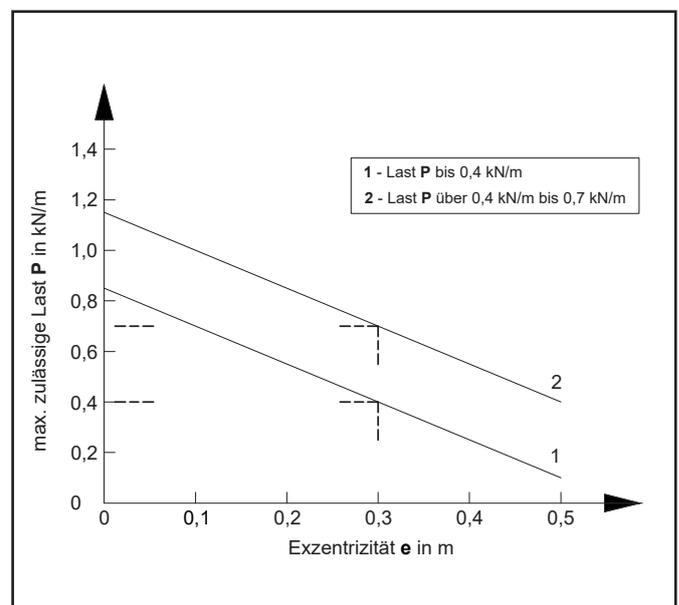

Bild 2: zulässige Konsollasten je Wandseite in Abhängigkeit des Exzentrizität  $e$  des Lastangriffpunktes.
- Grenzwert der Exzentrizität  $e$  der vertikalen resultierenden Last:  $e \leq 300$  mm. Die Exzentrizität  $e$  und die Last  $P$  dürfen verändert werden, wenn die in Bild 2 dargestellten Bedingungen eingehalten werden.
- die vertikale resultierende Last **P** und die Exzentrizität **e** sind variierbar (siehe Bild 2 - Gerade 1)
- die vertikale resultierende Last **P** und die Exzentrizität **e** sind variierbar (siehe Bild 2 - Gerade 2)